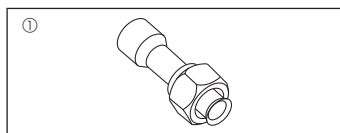

Fig. 1-1
1.6. Příslušenství vnější jednotky (Fig. 1-1) (SHW230)